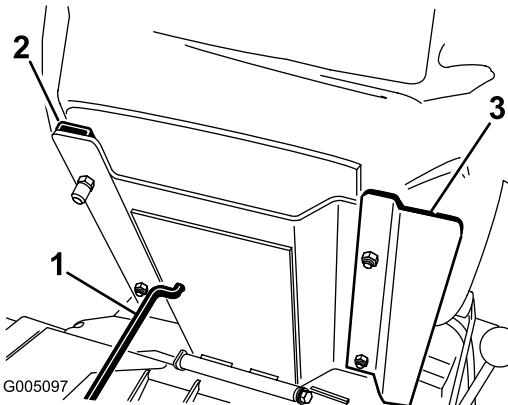
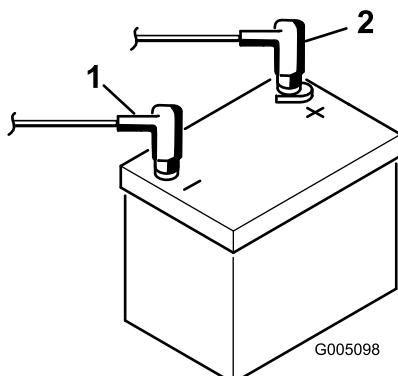

図 5
図 6
3. 付属部品のロックナット (5/16 in.) で、運転席とシート・パネルとシートスライドをサポートに固定する (図 6)。シート・パネルが、図 5 のように右側にくるように取り付ける。
- スタータからの赤い(+)ケーブルを(+)端子に固定する(図6)。レンチで締め付けて固定し、ワセリンを塗布する。ケーブルが擦れて磨耗するような配線はさける。座席の最後部でケーブルを傷つけることがあるので特に注意すること。